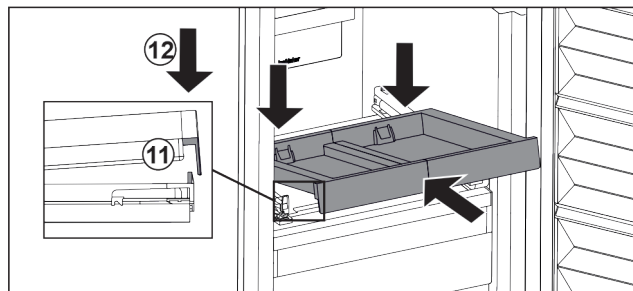

Fig. 22
- ▶ Wsunąć pod skosem. Zwrócić uwagę, aby ogranicznik znajdował się po obu stronach za nakładką. Fig. 22 (11)
- ▶ Osadzić wysuwaną półkę z przodu. Fig. 22 (12)